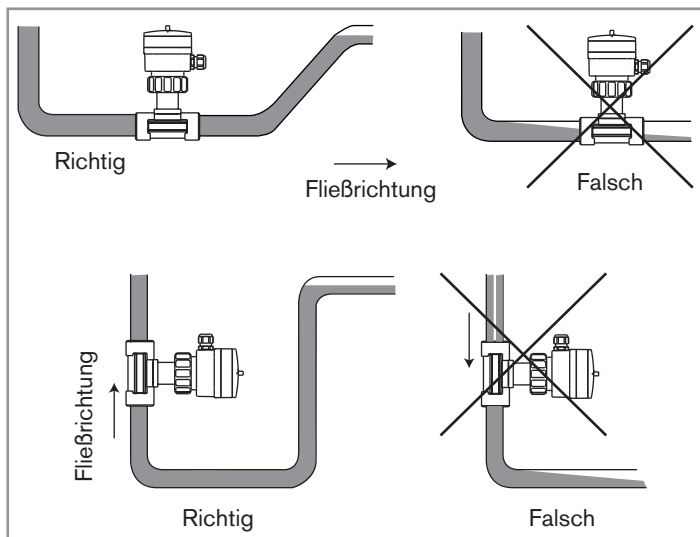

Bild 7: Füllung der Rohrleitung
- Darauf achten, dass die Rohrleitung am Produkt immer gefüllt ist (Bild 7).